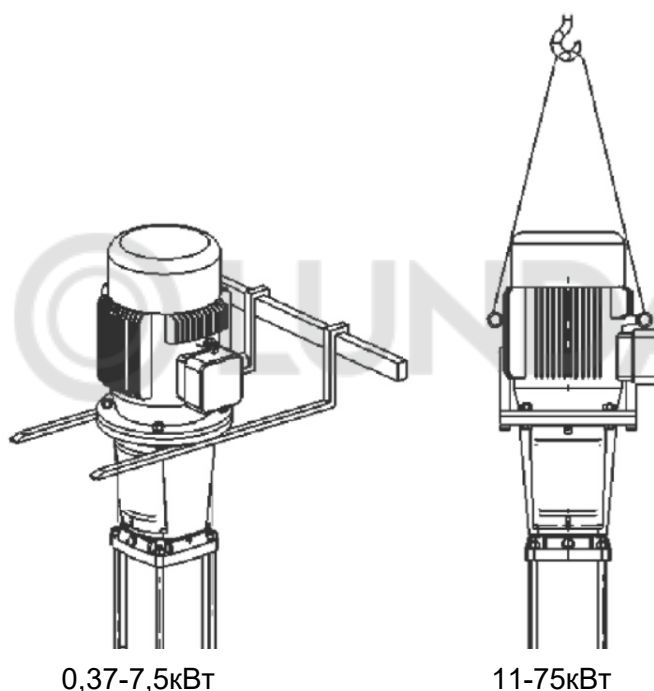

Рис.3
- Насос с электродвигателем мощностью 0,37-7,5 кВт: допускается подъем насоса за фланец электродвигателя (либо с помощью строп) как показано на Рис.3.